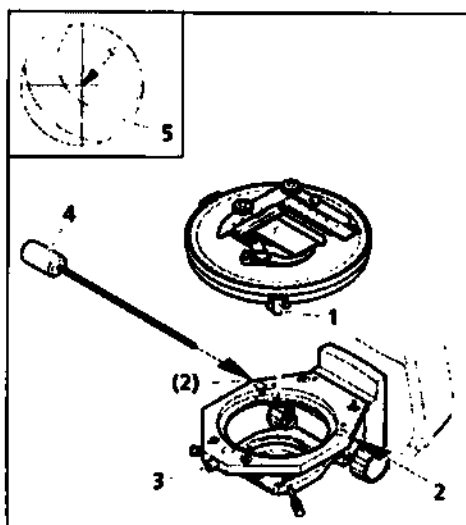

Рисунок 3-13. Центрирование направляющего образца Pol
- Ослабьте винт с рифленой головкой (рисунок 3-13/1) на направлятеле образцов. Извлеките направлятель образцов (рисунок 3-13/2) по направлению вверх.
- Вставьте клеммы столика микроскопа (рисунок 3-13/9) в отверстия.
- Извлеките клеммы столика микроскопа (рисунок 3-13/9) из вращающегося столика Pol.
Все столики были предварительно отцентрированы на заводе, то есть при вращении столика, элементы образца, установленные по центру, останутся в центре. Если элемент образца сдвигается от центра поля зрения (рисунок 3-13/5) во время вращения столика, то необходимо повторно отцентрировать столик, как указано ниже:
- Ослабьте зажимной винт столика (рисунок 3-13/1) и резьбовую крышку на несущем элементе столика (рисунок 3-13/3).
- Поверните столик, чтобы определить положение максимального смещения элемента образца (рисунок 3-13/5, начало стрелки) от центра сетки окуляра.
- Повторно установите два центральных винта на несущий элемент столика (рисунок 3-13/2), используя торцевой гаечный ключ SW 1.5 (рисунок 3-13/4), чтобы переместить образец на половину длины стрелки по направлению к центру пересечения. Проверьте, чтобы образец двигался при повторном вращении столика. При необходимости повторите данную процедуру.
- После окончания центрирования, повторно затяните резьбовую крышку (рисунок 3-13/3).